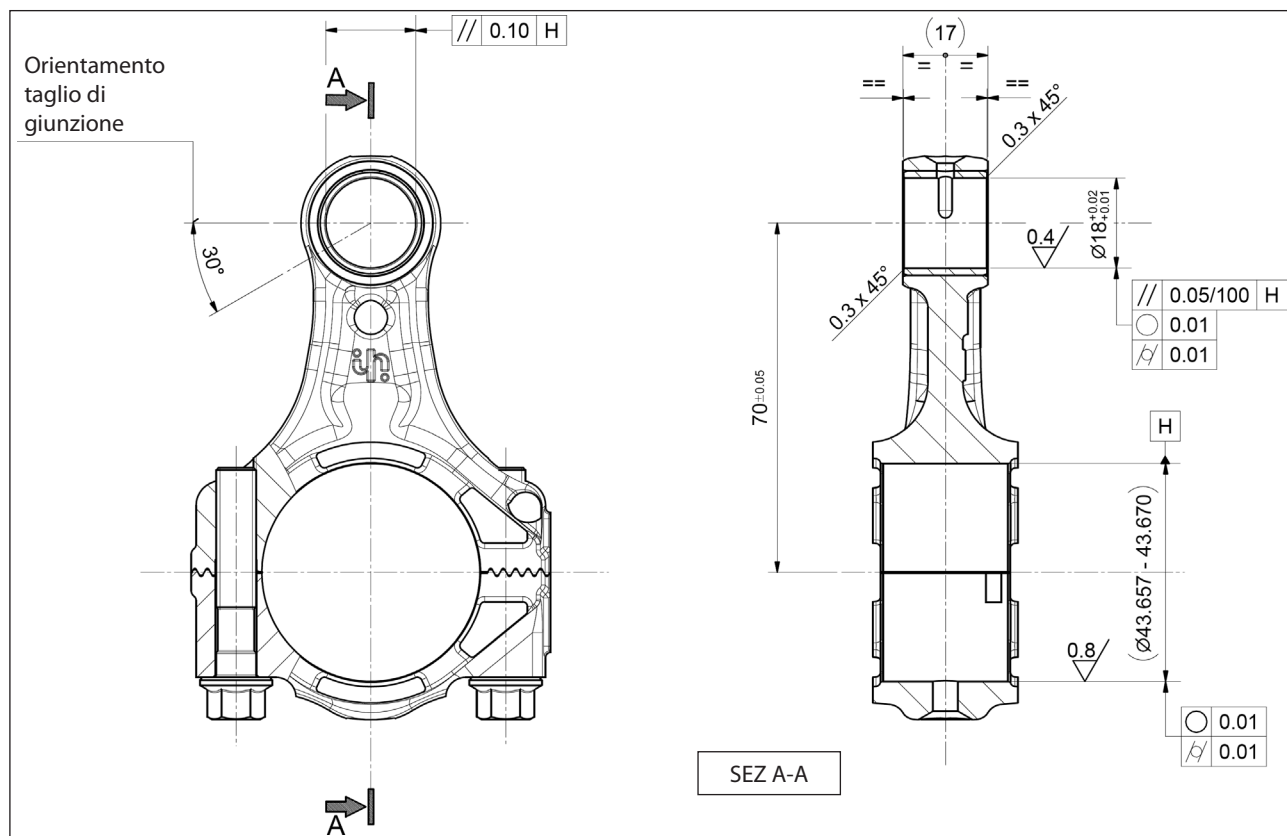

Fig. 32
** Le viti fissaggio testata pos. esploso 55 devono essere serrate con chiave dinamometrica rispettando l'ordine riportato nello schema di Fig. 32.
- il taglio di giunzione venga orientato come indicato in (Fig. 32).
Eseguire successivamente le lavorazioni meccaniche rispettando tassativamente dimensioni e tolleranze riportate in (Fig. 32).